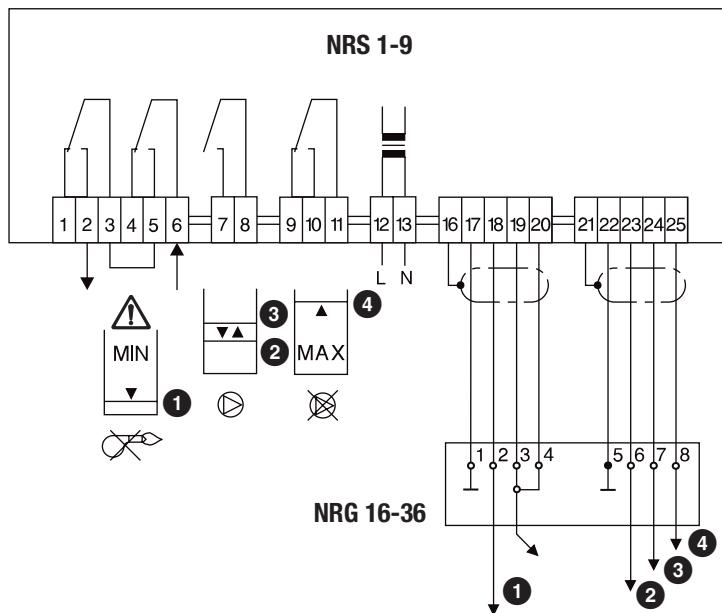

Fig. 10
Klemmleiste gemäß Anschlussplan belegen. **Fig. 10**
Prüfen Sie, ob NRS 1-9 mit der zugehörigen Systemkomponente NRG 16-36 gemäß dem Anschlussplan verdrahtet ist. **Fig. 10**
2. Wasserstand im Dampferzeuger soweit absenken, bis die Elektrode „2“ (unterer Schaltpunkt) vollkommen ausgetaucht ist. **Fig. 10**
**Abhilfe:** Überprüfen Sie das Maß des NW-Elektrodenstabes. Messen Sie die Leitfähigkeit des Prozess- oder Kesselwassers und vergleichen Sie die Werte mit den Angaben auf dem Niveauschalter. Kontrollieren Sie, ob Niveauschalter und Elektrode gemäß Anschlussplan **Fig. 10** verdrahtet wurden.
**Fehler:** Nach Ansteigen des Wasserstandes über die NW-Marke erlöschen die roten LED **③** gar nicht oder erst nach längerer Zeit.
**Fehler:** Eine oder beide roten LED **③** leuchtet, ohne dass der Wasserstand die NW-Marke erreicht hat.
**Abhilfe:** Überprüfen Sie das Maß des HW-Elektrodenstabes. Prüfen Sie, ob der Elektrodenstab Masseberührung hat. Kontrollieren Sie, ob Niveauschalter und Elektrode gemäß Anschlussplan **Fig. 10** verdrahtet wurden.
**Fehler:** Nach Absenken des Wasserstandes erlischt die rote LED **④** gar nicht oder erst nach längerer Zeit.